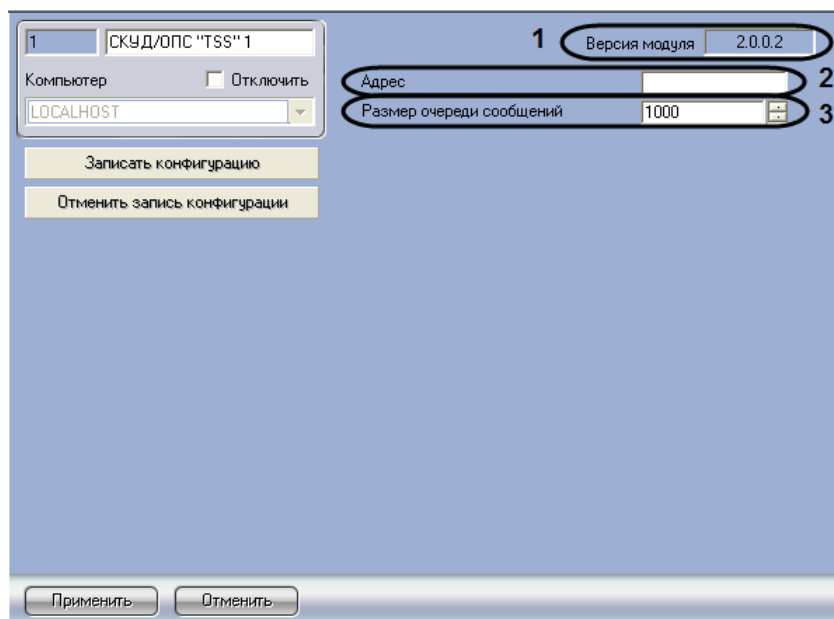

Рис. 3.2—2 Панель настроек объекта СКУД/ОПС TSS
Примечание. В поле *Версия модуля* отображается текущая версия модуля интеграции СКУД/ОПС TSS2 (см. Рис. 3.2—2, 1).
2. В поле **Адрес** ввести адрес соединения со СКУД/ОПС TSS2 (см. Рис. 3.2—2, 2).